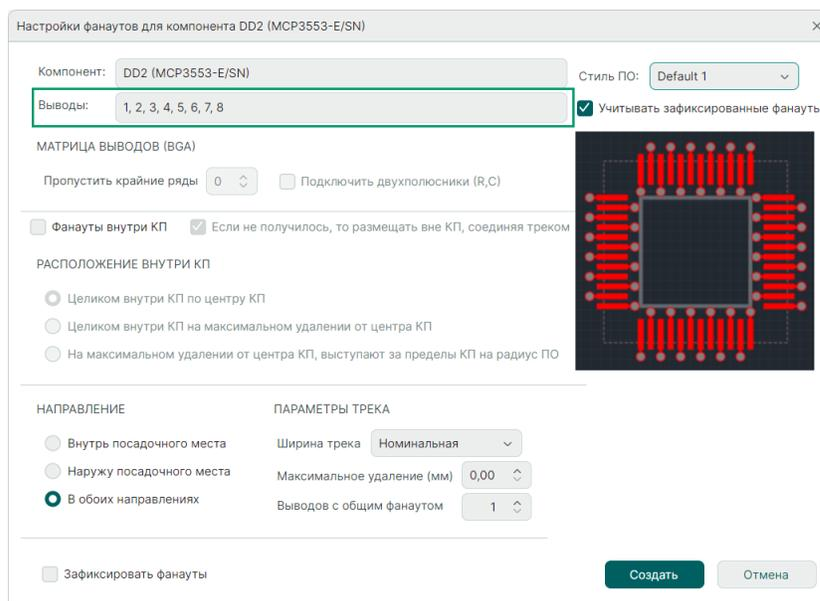

Рис. 330 Выбор выводов компонента для построения фанатов
- Выбор номеров выводов компонента, для которых необходимо построить фанаты, см. Рис. 330.